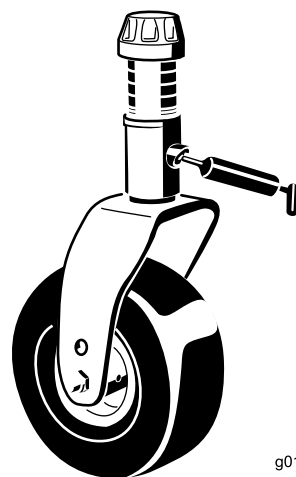

図 15
- ・ キャスタ・フォークのシャフトのブッシュ（2ヶ所）（図 15）